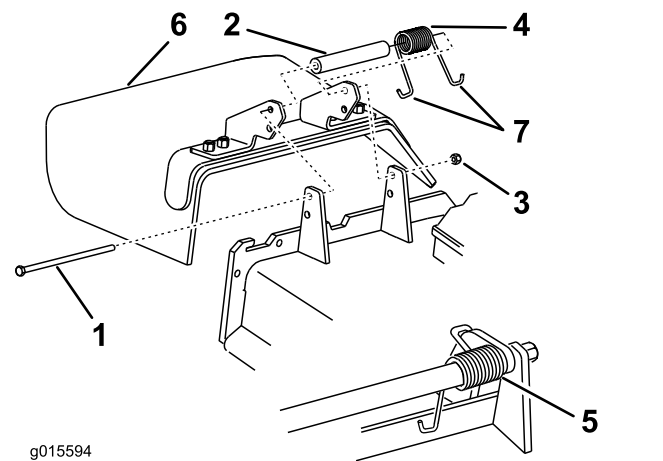

Figura 85
1. Îndepărtați contrapiulia, urubul, arcul și distanțierul care fixează deflectorul pe suporturile pivotante (Figura 85).
2. Îndepărtați deflectorul pentru iarbă deteriorat sau uzat (Figura 85).
**Notă:** Asigurați-vă că ai montat capătul în formă de J în spatele marginii punii, înainte de a monta urubul conform Figura 85.
6. Amplasati capătul în formă de J al arcului în jurul deflectorului pentru iarbă (Figura 85).